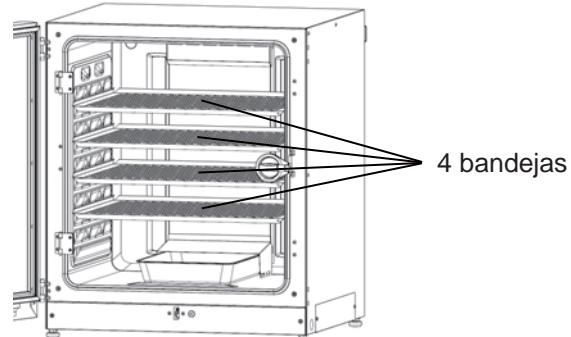

Fig. 2
3. Instale las 4 bandejas (Fig. 2).